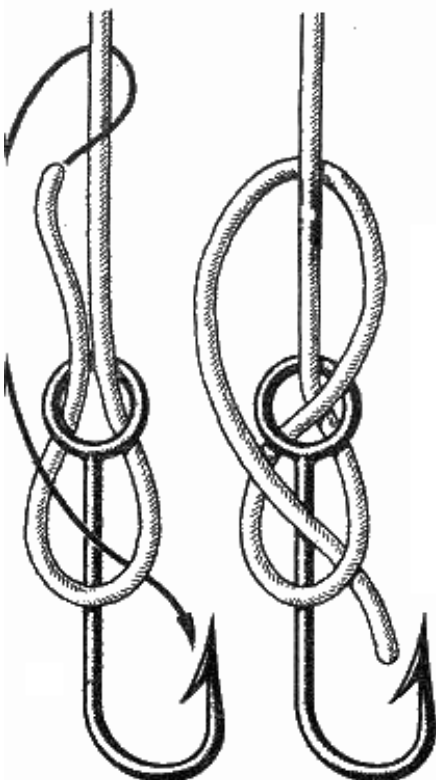

Рис. 122. Рыбацкая восьмерка
**Рыбацкая восьмерка** (рис. 122). Это еще более надежный способ прикрепления лески к крючку с ушком. Он дает полную гарантию, что крючок не отвяжется.